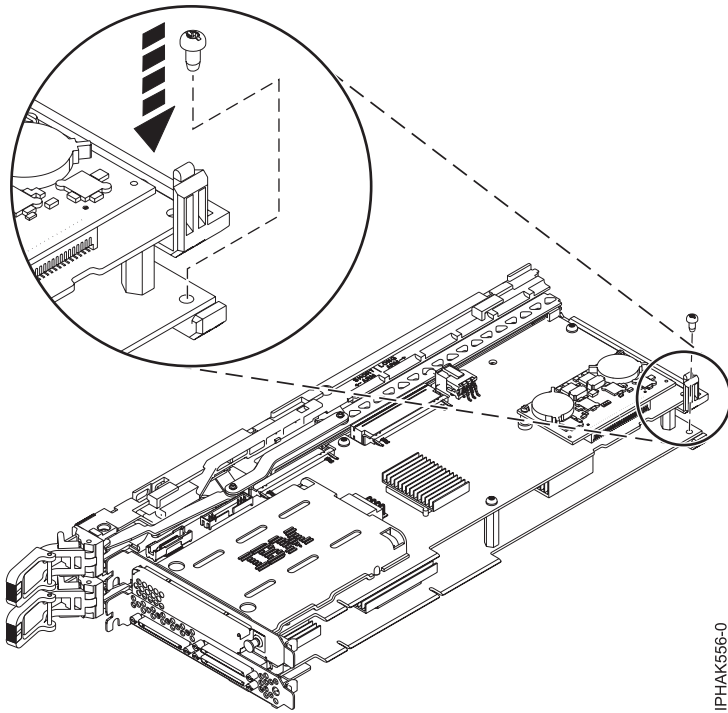

Figure 54. Fixation du bras arrière inférieur du bloc-cassette
- Fixez le bras arrière inférieur du bloc-cassette à l'extrémité arrière de l'adaptateur double largeur à l'aide de la petite vis. Voir figure 54.